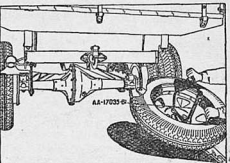

Рис. 4. Положение держателя при сжатии или установке колеса
дится вне автомобиля в удобном положении (рис. 4).
3. Отклонить на себя стержень подвески и, поддерживая колесо левой рукой с помощью воротка, вывести его из-под упоров, повернуть вокруг правого стержня подвески и опустить конец на землю с правой стороны автомобиля. При этом колесо примет наклонное положение (рис. 4).